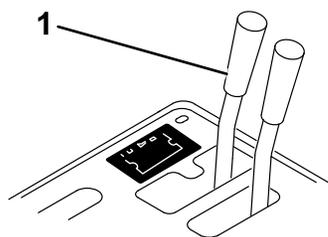
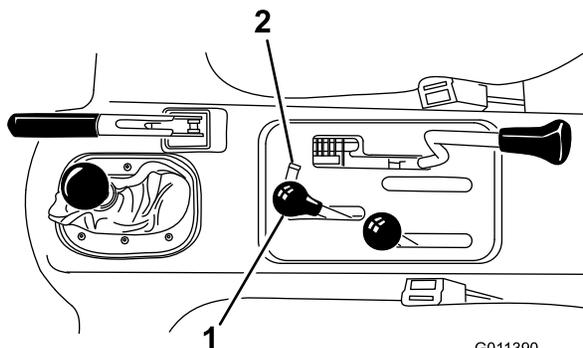

Рисунок 14
Рисунок 15
1. На машинах с заводским номером до 239999999 передвиньте рукоятку выносного гидравлического клапана (Рисунок 14) в плавающее положение, а на машинах с заводским номером 240000001 и выше передвиньте рычаг гидравлического подъема (Рисунок 15) назад и вперед, чтобы сбросить давление в системе и облегчить разъединение быстроразъемных муфт.